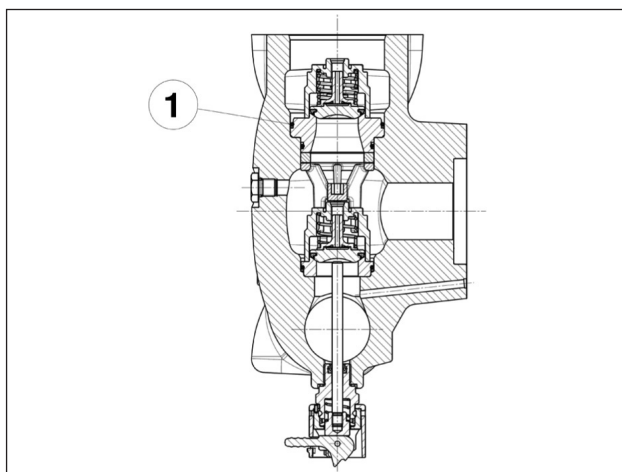

Fig. 122
**Introducir con atención la junta tórica indicada en la pos. ①, Fig. 122.**